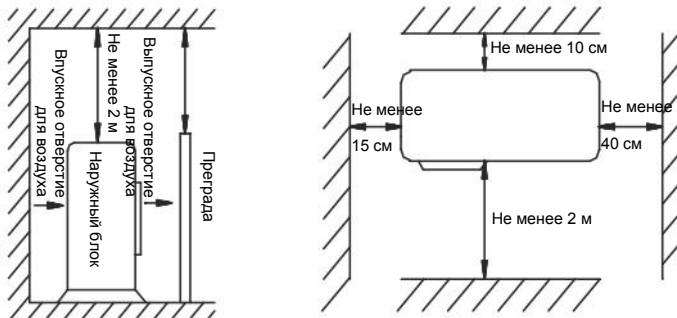

Рис. 2
- Расстояние установки должно быть таким, как показано на Рис. 2.